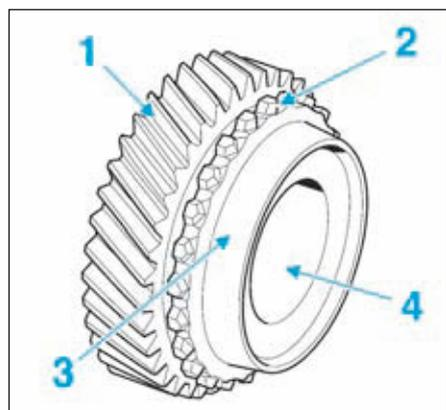

FIG.20
- Vérifier que (Fig.20) :
- les dentures (1) ne sont ni cassées, ni ébréchées.
- les crabots (2) ne sont cassés, ni ébréchés, ni usés.
- le cône de friction (3) ne présente pas de rayure ou de bleuissement.
- la paroi interne (4) ne présente pas de trace de grippage ou d'usure.